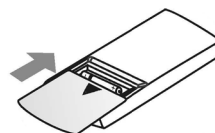

Fig. 3
- Reinserrire il coperchio nel vano batterie (osservare la direzione della freccia nella fig. 3).